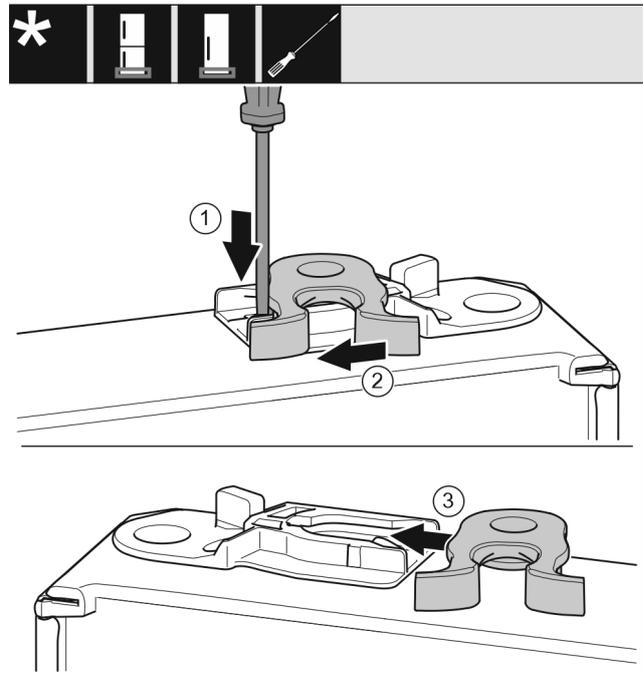

Fig. 23 *
- ▶ Прижмите накладку Fig. 23 (1) шлицевой отверткой вниз.*
- ▶ Выведите запорный крючок Fig. 23 (2) из направляющей.*
- ▶ Вставьте запорный крючок Fig. 23 (3) в направляющую с другой стороны.*